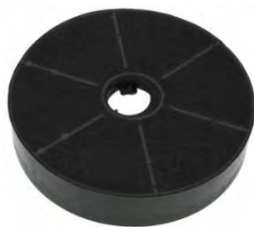

Рис. 5
2) Рециркуляции (рис. 6b) – внутренняя циркуляция воздуха через угольные фильтры (рис. 5). Вытяжка в данном случае не подключается к вентиляционной шахте и, таким образом, воздух просто прогоняется через вытяжку внутри кухни.
В этом режиме на вытяжку должны быть установлены угольные запахоулавливающие фильтры (рис. 5). Эти фильтры не входят в комплект вытяжки и приобретаются отдельно. Угольные фильтры следует менять не реже, чем раз в 3 месяца (в зависимости от интенсивности приготовления пищи). Использование вытяжки в режиме рециркуляции снижает ее производительность.